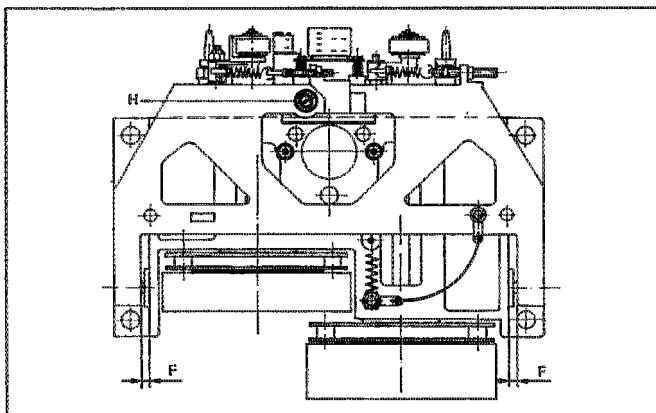

Fig. 3.3
Der Schwenkträger ist über eine Erdungslitze neben der Rückzugsfeder geerdet (Fig. 3.3, Ansicht von unten)
- kontrollieren, ob die beiden Gewindestifte an den Drehpunkten des Schwenkträgers so eingestellt sind, dass auf beiden Seiten der Abstand [F] Schwenkträger - Doppelcapstanträger gleich gross ist (Fig. 3.3).
- Den Schwenkträger nach oben drücken, bis die Spitze des Gewindestiftes [H] (Fig. 3.3) in die Zentrierschraube eintaucht, und diesen dadurch neu zentriert.
- die Eintauchtiefe wird mit der Einstellschraube [H] (Fig. 3.3) so eingestellt, dass das andere Ende des Mess-Schiebers sich im Bereich der eingefrästen Markierung befindet